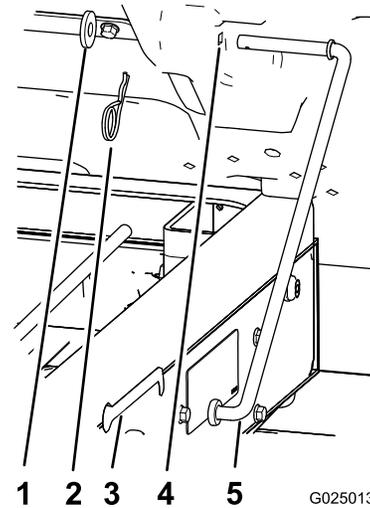

Рисунок 12
- Снимите шплинт и шайбу крепления опорной стойки к нижней части платформы (Рисунок 12).
- Сдвиньте опорную стойку вперед, чтобы снять ее с кронштейна на раме (Рисунок 12).